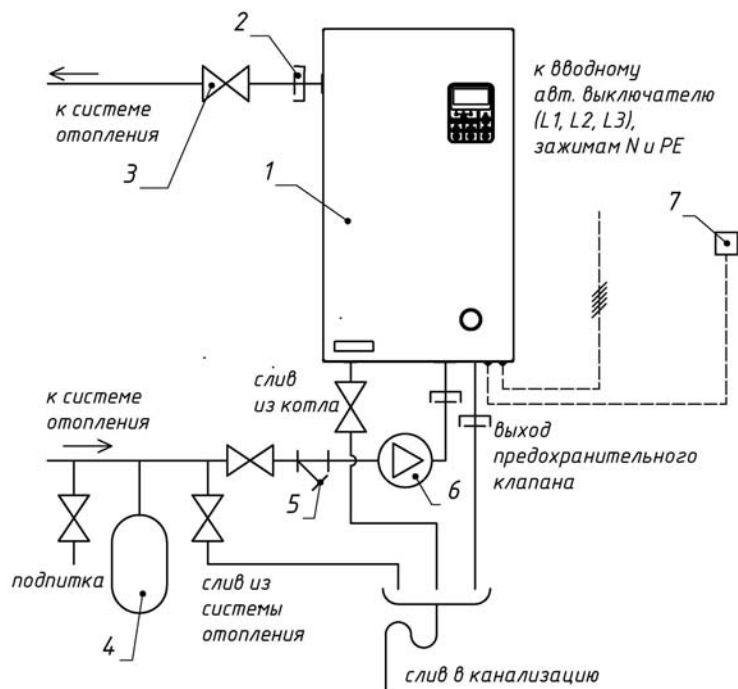
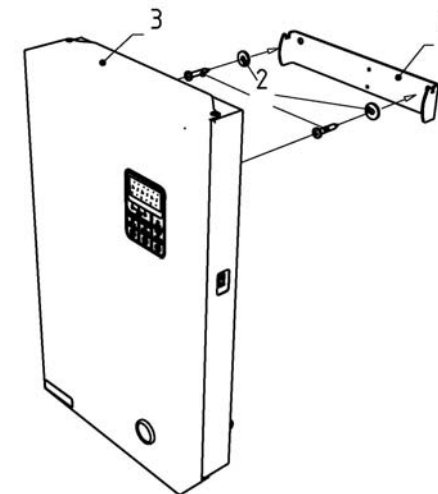

Рис. 6 Упрощенная схема подключения прибора в отопительную систему.
Рис. 7 Монтаж котла на стену
- ✓ Произвести разметку и установить кронштейн (1) (Рис. 7) на поверхности стены в горизонтальном положении. Крепеж (2) подбирается исходя из материала стен.
- ✓ Закрепить прибор (3) на кронштейне (1). Проверить что между прибором и стеной остался зазор обеспечивающий естественную циркуляцию воздуха в приборе.
- ✓ Присоединить прибор к системе отопления через разъёмные муфты (Рис. 6) Подключить выход клапана к сливу в канализацию.
- ✓ Для подключения прибора к однофазной сети переменного тока 220В, 50 Гц (модель 7,5 кВт.) на фазных клеммных зажимах должны быть установлены перемычки. (стоят по умолчанию.) Присоедините рабочий нулевой провод на клеммный зажим нейтраль (N), фазный провод на клеммный зажим L1. Провод заземления, подключить на зажим заземления (E).
- ✓ Для подключения прибора к трехфазной сети переменного тока 380В, 50 Гц (модель 7,5 кВт), необходимо убрать перемычки, установленные на клеммных зажимах, (на модели 10-30 кВт, перемычки не устанавливаются) присоедините рабочий нулевой провод на клеммный зажим нейтраль (N), фазные провода на клеммные зажимы L1, L2, L3. Провод заземления, подключить на зажим заземления (E).